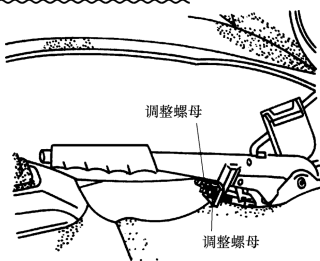

图 3-170 拧紧调整螺母
- 4) 拧紧调整螺母, 如图 3-170 所示, 直至两个车轮用手转不动为止。